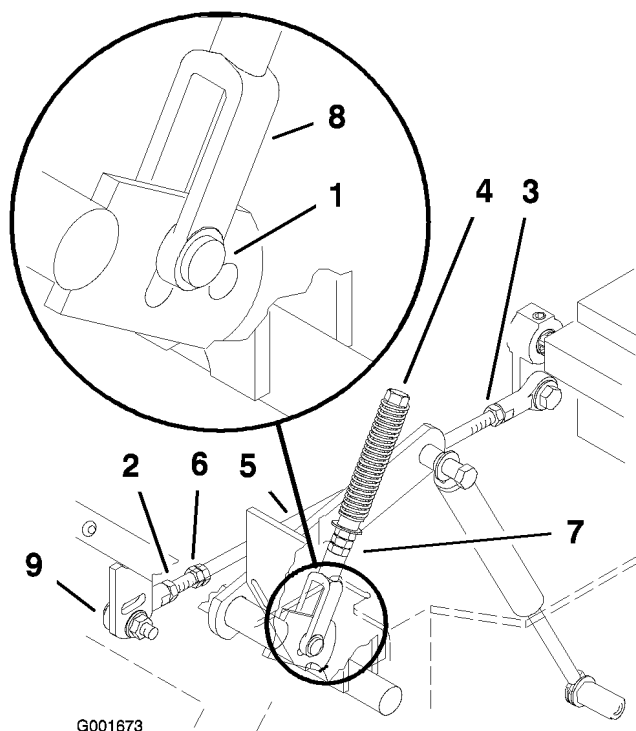

Figure 54
de pivot) touche l'extrémité de la fente (c.-à-d. commence juste à appuyer sur le ressort) (Figure 54).
8. Si un réglage s'impose, desserrez l'écrou et l'écrou de blocage vissés contre la chape (Figure 54).
10. Serrez l'écrou et l'écrou de blocage (Figure 54).